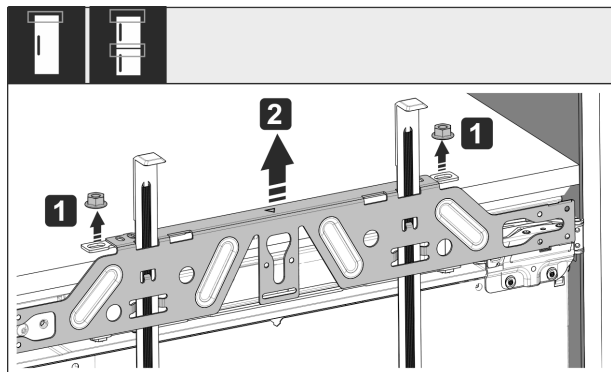

Fig. 55
- Ослабте контргайки Fig. 55 (1).
- Зніміть кріпильну поперечку Fig. 55 (2).